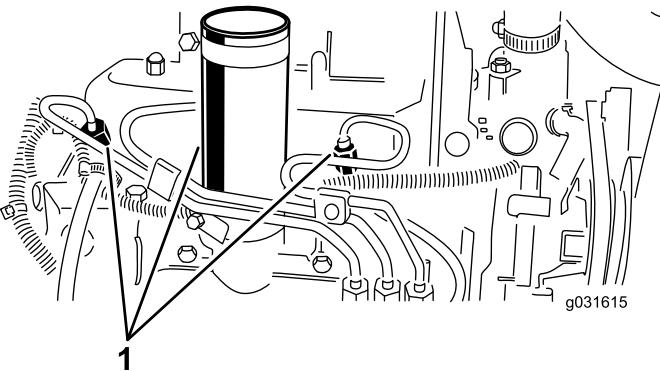

Figure 53
1. Desserrez le raccord entre l'injecteur n° 1 et le porte-injecteurs (Figure 53).